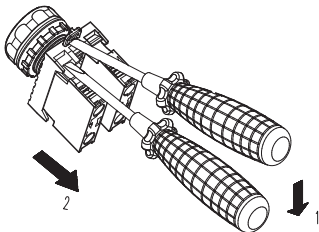

图5 接触组拆卸图
3.1.3 拆卸时,用螺丝刀撬取就可卸下接触组,用螺丝刀撬取卡板可卸下中心适配器,见图5。